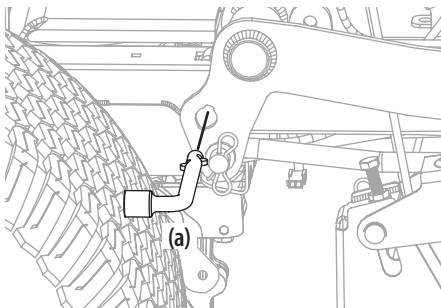

Figure 42
5. Sur les tracteurs équipés du bouton de levage du plateau, utilisez la pédale et le bouton de levage du plateau pour placer le plateau dans la position la plus basse, puis utilisez l'outil multiple (a) pour verrouiller les composants de l'élevateur du plateau en place, comme indiqué dans la Figure 42. Sur les tracteurs équipés d'une poignée de levage du plateau, abaissez le plateau dans la position la plus basse.